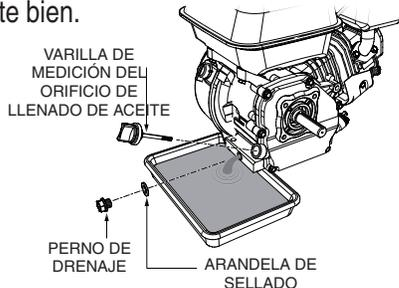

Figura 27. Aceite del motor (drenaje)
1. Drene el aceite del motor mientras esté **tibio**, como se muestra en la Figura 27.